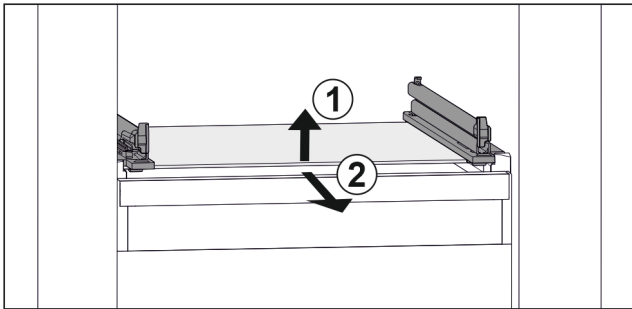

Fig. 73 Beispielhafte Darstellung der Glasplatte
- ▶ Glasplatte vorne anheben. Fig. 73 (1)
- ▶ Glasplatte nach vorne entnehmen. Fig. 73 (2)